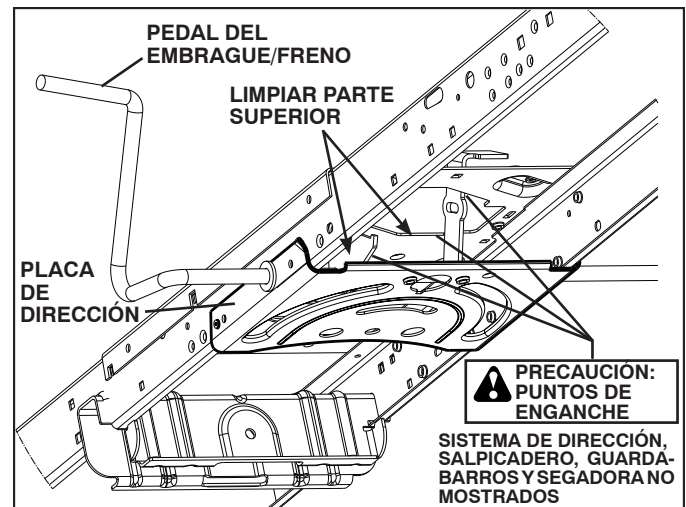

Fig. 22
**PRECAUCIÓN:** Evite todos los puntos de enganche y las piezas móviles. (Vea Fig. 22)